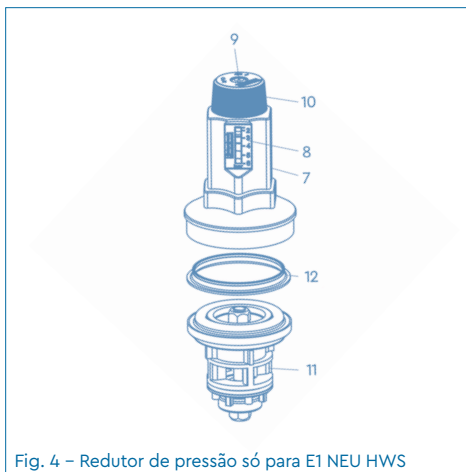

Fig. 4 – Redutor de pressão só para E1 NEU HWS
- Redutor de pressão (só para E1 NEU HWS, Fig. 4) formado por: